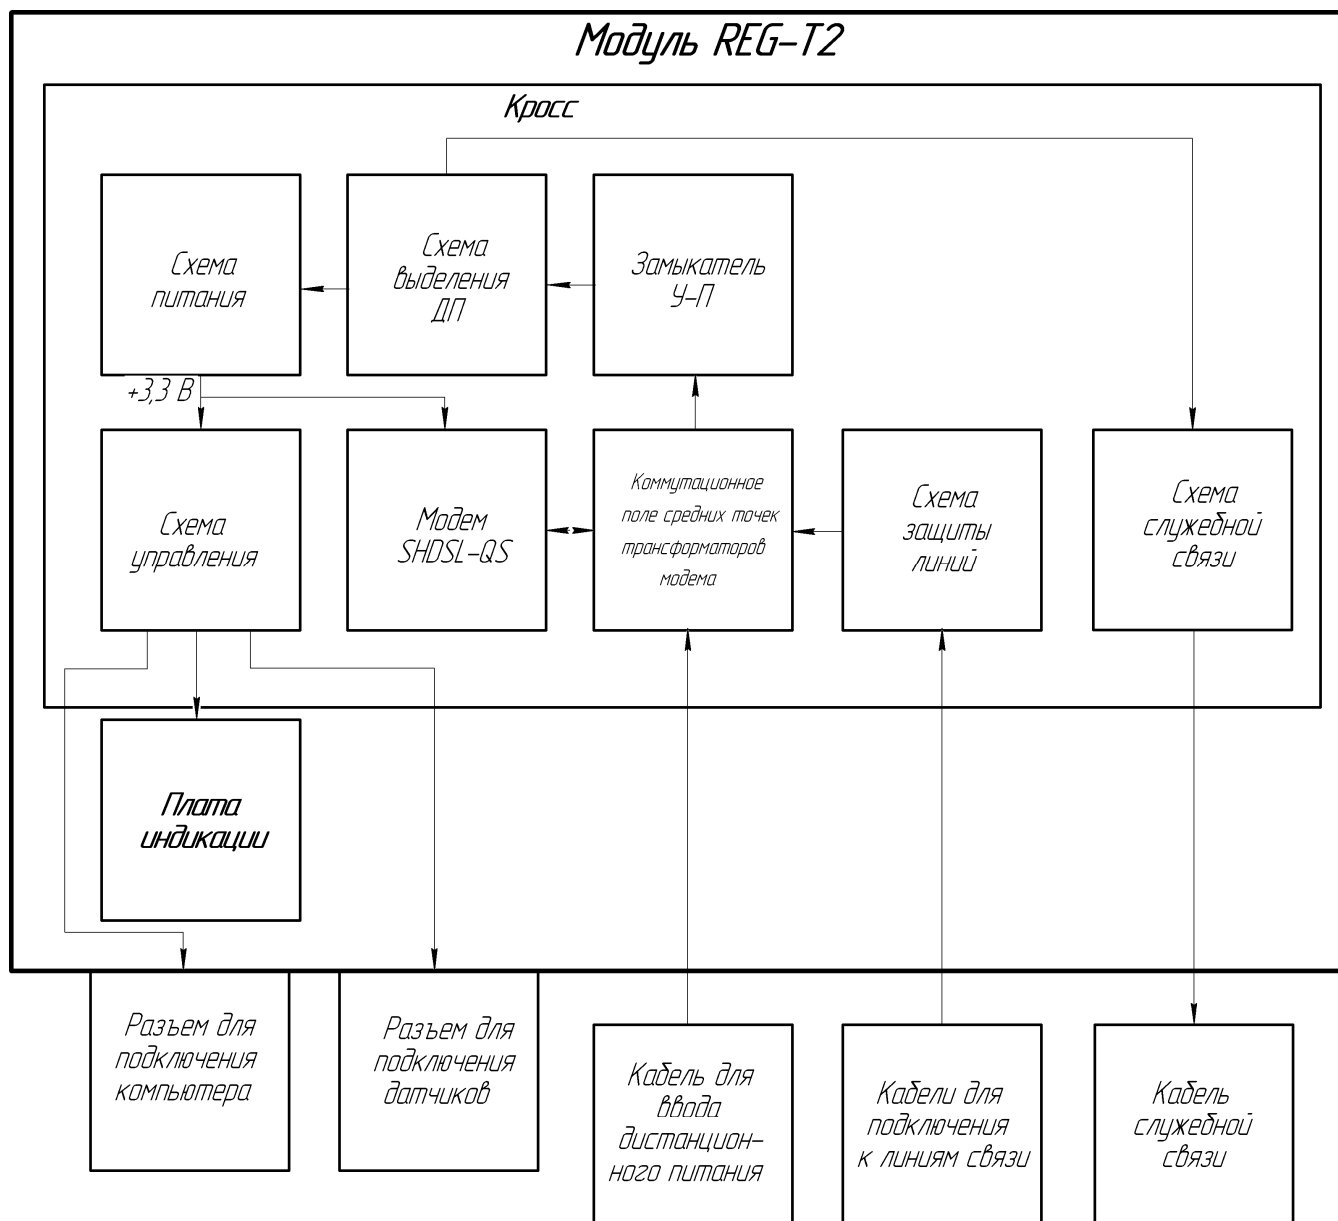

Рисунок 1 - Структурная схема модуля REG-T2
3.9 Передняя сторона платы кросса приведена на рисунке В.1 приложения В. Все элементы платы кросса (см. рисунок 1) смонтированы на ней, кроме двух отдельных узлов – модема SHDSL-QS и замыкателя У-П.
4.1.5 Модем SHDSL-QS подключается к линиям связи через схему защиту линейного стыка, которая смонтирована на плате кросса (см. рисунок 1).
4.3.1 Канал управления и мониторинга организован на базе схемы управления и модема SHDSL-QS (см. рисунок 1) . Этот канал предназначен для дистанционного контроля и управления модулем REG-T2. Схема управления смонтирована на плате кросса.